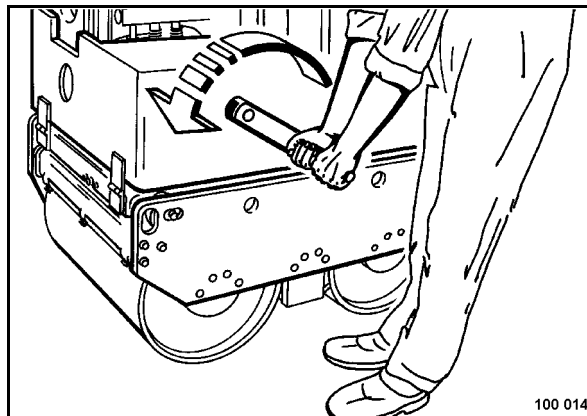

Fig. 32
- Colocarse en posición correcta hacia la máquina, y prestar atención a la posición correcta de las manos en la manivela (Fig. 32).